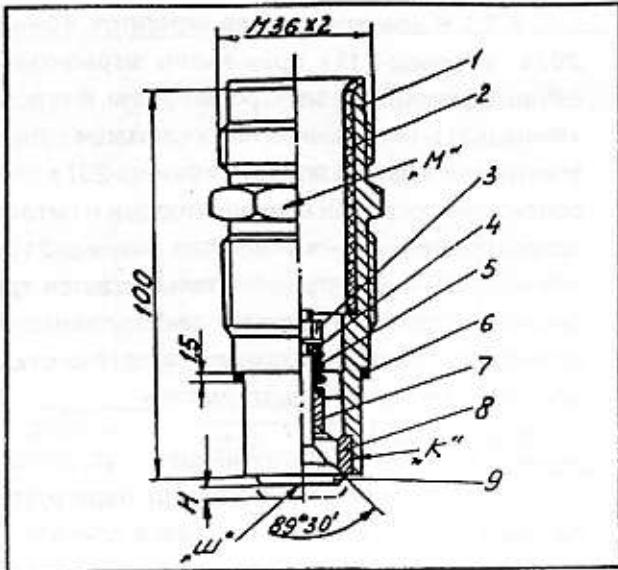

Рис. 9
Рис. 9 Всасывающий клапан в сборе: агрегата «Финиш-207» (0.169-243), агрегата «Финиш-211», «Финиш-211-1» (0.190-243). 1 - корпус (0.169-356), 2 - втулка входная (0.010-765), 3 - гайка (12.11.0300.00), 4 - шайба (99-2.01.01), 5 - пружина всасывающего клапана (0.010-763), 6 - кольцо уплотнительное (0.010-764), 7 - направляющая (0.034-506), 8 - седло всасывающего клапана (0.169-407), 9 - шток (с конусом клапана в сборе (10-2.52.00), «к» - клей уплотнительный, «н» - ход клапана: 1,5 ± 0,1 мм для насоса «Финиш-207», 2 — 0,2 мм для насоса «Финиш-211», «Финиш-211-1», «м» - место маркировки, «ш» - шестигранник внутренний
5.2.6. Всасывающий клапан (рис. 9). Седло и конус клапана выполнены из износостойких материалов. Седло запрессовано в корпус на kleю. Конус припаян к штоку. Корпус клапана герметизируется пластмассовым уплотнительным кольцом. Всасывающие клапаны агрегатов «Финиш-207», «Финиш-211» и «Финиш-211-1» отличаются регулировкой хода клапана. Клапан маркируется индексом «169М» (для агрегата «Финиш-207») и индексом 190 (для агрегатов «Финиш-211» и «Финиш-211-1»).